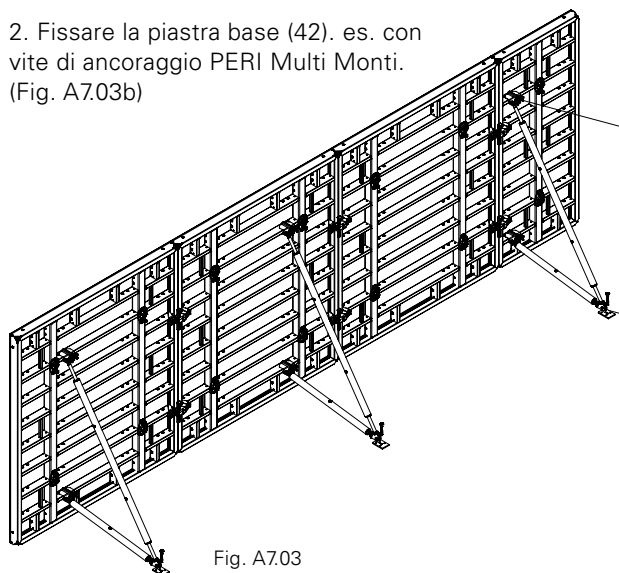

Fig. A7.03
1. Fissare il puntello e/o il braccio regolabile (41) con perno e inserto a molla nelle piastre di connessione dell'attacco (Fig. A7.03 + A7.03a)